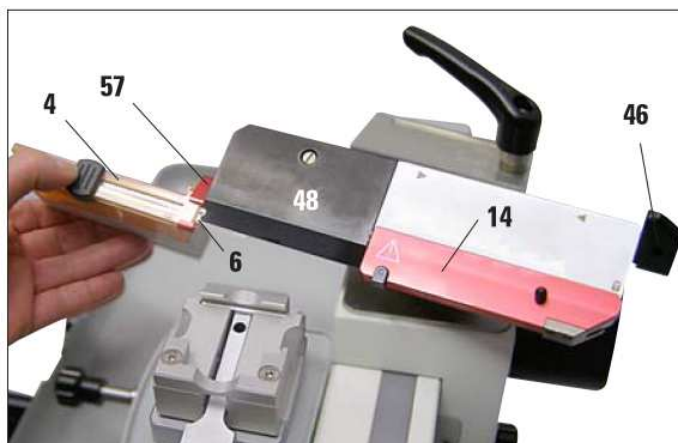

Fig. 28
Vstavljanje rezila (Fig. 28)
- Potisnite zaščito rezila noža (14) proti desni in potisnite vpenjalo za fiksiranje nožka (46) navzgor, da se sprostí objemka pritiskne plošče (48).
- Previdno vstavite rezilo (6) v nosilec rezila. (Fig. 28)
- S paličico (47) previdno potisnite rezilo v njegovo končno lego. Zareza (49) omogoča, da lažje potisnete rezilo do konca pod pritiskno ploščo.
- Vzvod vpenjala (46) potisnite navzdol, da pritrdite rezilo.